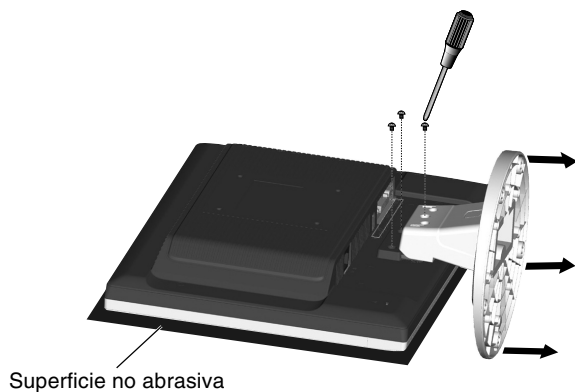

Figura R.1
2. Coloque el monitor boca abajo en una superficie no abrasiva (**figura R.1**).
3. Retire los 3 tornillos que unen el monitor al soporte y retire el soporte como se indica (**figura R.1**). El monitor ya está preparado para montarlo de otro modo.
1. Coloque el monitor boca abajo en una superficie no abrasiva (**figura R.1**).